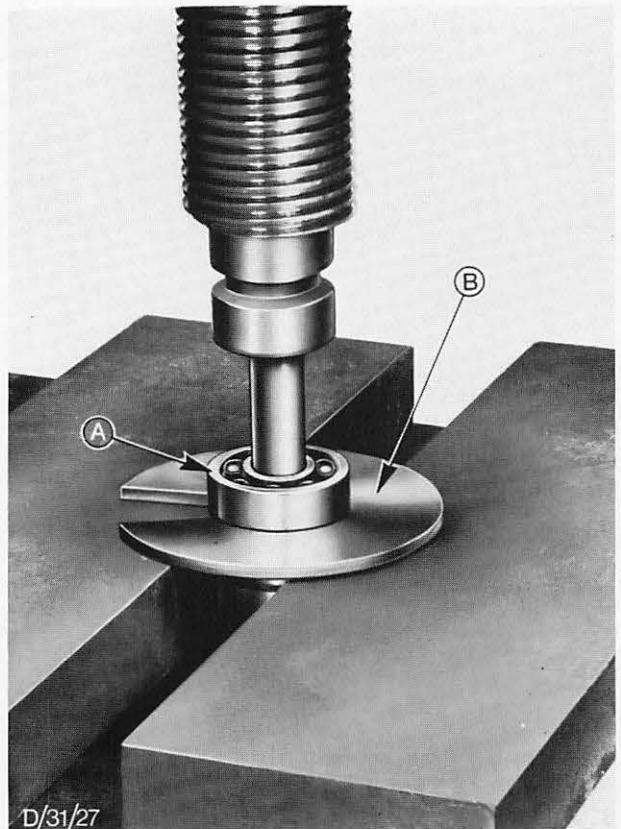

Abb. 78 Schleifringseitiges Lager abpressen
12. Schleifringseitiges Lager A in Abb. 78 entfernen.